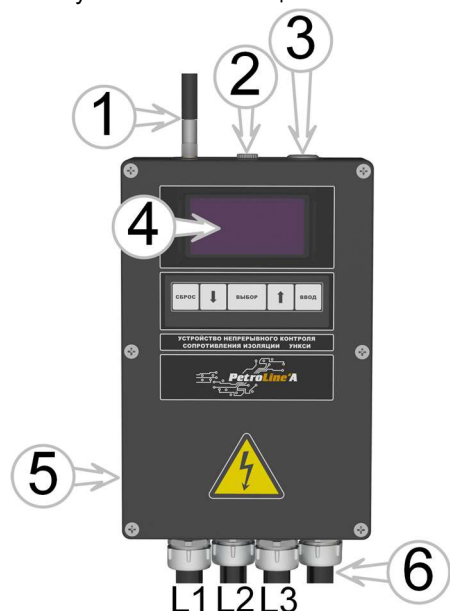

Рисунок 1. Состав УНКСИ
Для начала работы включить кнопку в верхней части прибора (см. рисунок 1). Визуальный интерфейс УНКСИ представлен в виде OLED-дисплея. После включения на дисплее отображается номер версии и название прибора, состояние заряда батареи, температура внутри прибора, номер измерения, пороговое значение сопротивления изоляции (по умолчанию 5 МОм). Через 3 сек. после включения УНКСИ переходит в рабочий режим (издается короткий звуковой сигнал, сигнализируя подачу измерительного напряжения 500В), после этого происходит измерение сопротивления изоляции и контроль обрыва фаз. Длительность измерения составляет 30 секунд. Далее УНКСИ переходит в «спящий» режим, продолжительностью 20 минут. Для экономии заряда батареи дисплей отключается. Для просмотра последнего измерения в «спящем» режиме, нажать на любую кнопку клавиатуры УНКСИ.
5. Включить прибор при помощи кнопки (см. рисунок 1)